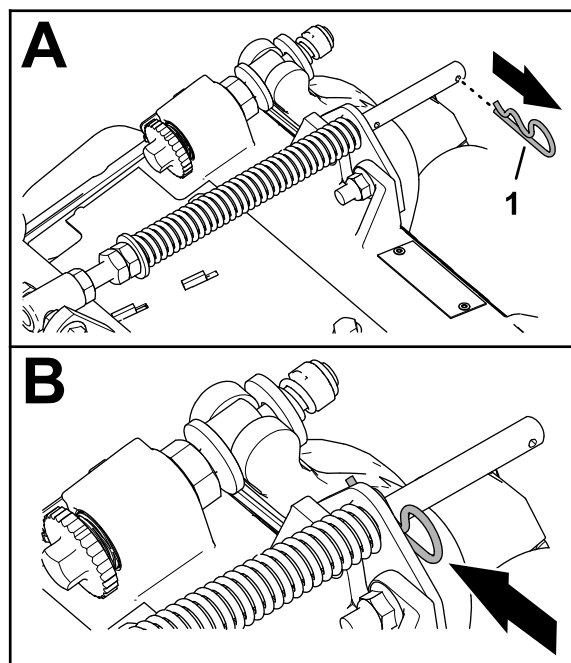

Figure 10
1. Si la goupille fendue se trouve dans le trou arrière de la tige du ressort de compensation, retirez-la et insérez-la dans le trou près du support (**Figure 10**).